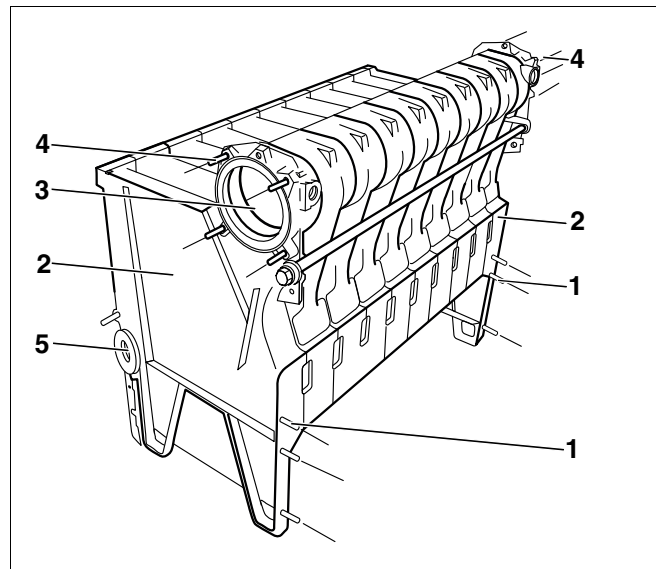

Рис. 21 Установка шпилек
- Ввернуть по четыре шпильки (рис. 21, поз. 4) слева и справа в резьбовые отверстия верхней ступицы котла (рис. 21, поз. 3).
- Ввернуть по три шпильки (рис. 21, поз. 1) в конечные секции (рис. 21, поз. 2) справа и слева с передней стороны.
Нижние ступицы котла на конечных секциях (рис. 21, поз. 2) нужно закрыть прилагаемыми заглушками.
- Закрывать глухой заглушкой $1\frac{3}{4}$ " заднюю нижнюю ступицу котла (рис. 21, поз. 5). Во второй котловой блок вкручивается заглушка ($1\frac{3}{4}$ " x 1") с подключением трубопровода к расширительному баку.